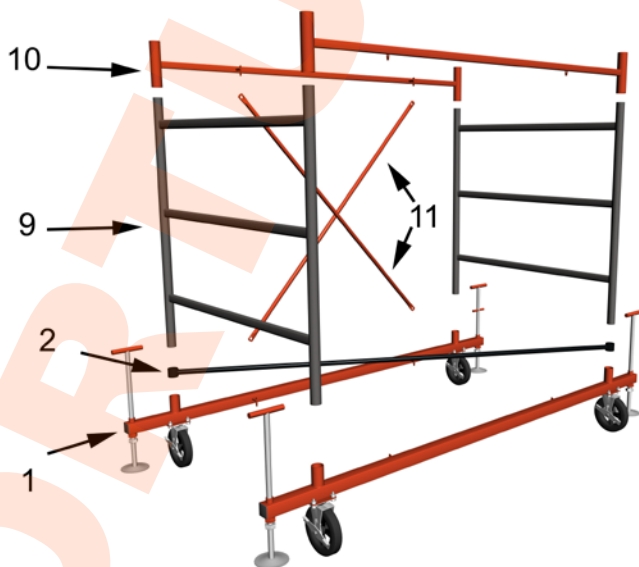

Рис.2
3.1. Сборка основания и секций. (Рис.2)